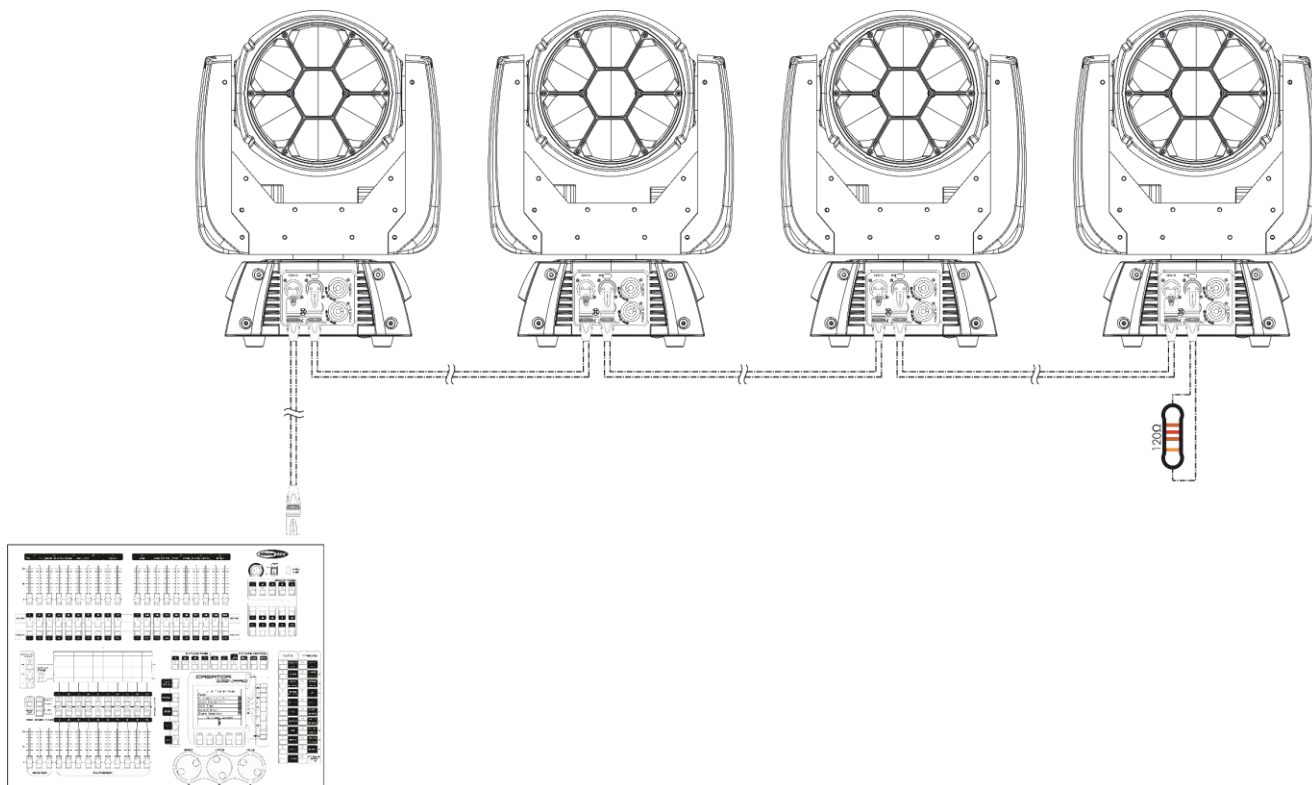

Fig. 05
- 05) Conecte las unidades entre ellas como se indica en la Fig. 05. Conecte un cable de señal DMX que vaya desde el conector DMX Output (salida) de la primera unidad al conector DMX Input (entrada) de la segunda unidad. Repita este proceso para conectar las unidades segunda, tercera y cuarta entre ellas.